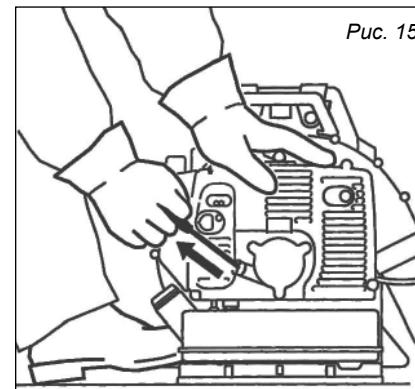

Рис. 15
4. Крепко держите воздушодувку левой рукой за рукоятку (1), чтобы не потерять контроль во время запуска (рис. 15).
2. Крепко держите воздушодувку левой рукой за рукоятку (1), чтобы не потерять контроль во время запуска (рис. 15).